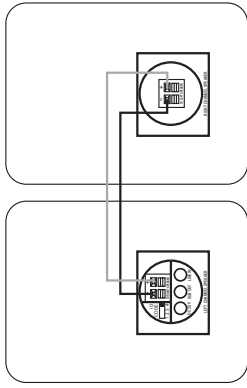

Abbildung 3.
Schritt 3. Schließen Sie die Lautsprecherkabel (im Lieferumfang enthalten) an die Klemmen ⑤ des aktiven und an die Klemmen ⑥ auf der Rückseite des passiven Lautspeichers an (siehe Abbildung 3). Bitte beachten Sie, dass die mitgelieferten Lautsprecherkabel mit einer markierten Ader versehen sind, um Fehler bei der Polarität zu vermeiden. Verbinden Sie immer die Tonquelle und die Lautsprecher gleichsinnig: den Pluspol der Quelle mit dem Pluspol des Lautspeichers und den Minuspol der Quelle mit dem Minuspol des Lautspeichers. Dabei spielt es keine Rolle welche Ader Sie für welche Verbindung verwenden.
Schritt 3. Schließen Sie die Lautsprecherkabel (im Lieferumfang enthalten) an die Klemmen ⑤ auf der Rückseite des aktiven und an die Klemmen ⑥ des passiven Lautspeichers (siehe Abbildung 3). Bitte beachten Sie, dass die mitgelieferten Lautsprecherkabel eine markierte Ader haben, um die Verkabelung zu vereinfachen. Verbinden Sie immer Tonquelle und Lautsprecher gleichsinnig: den Pluspol der Quelle mit dem Pluspol des Lautspeichers und den Minuspol der Quelle mit dem Minuspol des Lautspeichers. Dabei spielt es keine Rolle welche Ader Sie für welche Verbindung verwenden.
Schritt 4. Verbinden Sie die Stromanschlüsse am Sendemodul ⑫ und am aktiven Lautsprecher ⑦ mit den jeweiligen Netzteilen – verwenden Sie dazu die richtigen Netzkabel. Stellen Sie bitte sicher, dass die Antenne ⑪ am Sendemodul nach oben gerichtet ist.
Schritt 3. Schließen Sie die Lautsprecherkabel (im Lieferumfang enthalten) an die Klemmen 6 auf der Rückseite des aktiven und an die Klemmen 10 des passiven Lautsprechers an (siehe Abbildung 3). Bitte beachten Sie, dass die mitgelieferten Lautsprecherkabel eine markierte Ader haben, um die Verkabelung zu vereinfachen. Verbin- den Sie immer Tonquelle und Lautsprecher gleichzeitig: den Pluspol der Quelle mit dem Pluspol des Lautsprechers und den Minuspol der Quelle mit dem Minuspol des Lautsprechers. Dabei spielt es keine Rolle welche Ader Sie für welche Verbindung verwenden.